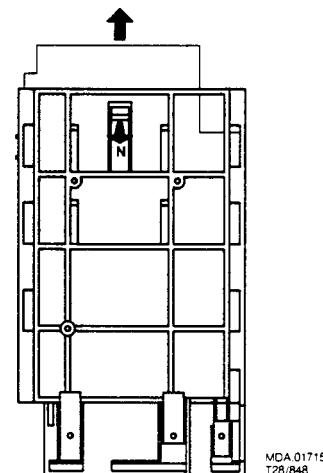

Bild 10
3. Herausnahme der Ablenkprintplatte (siehe Bild 10)